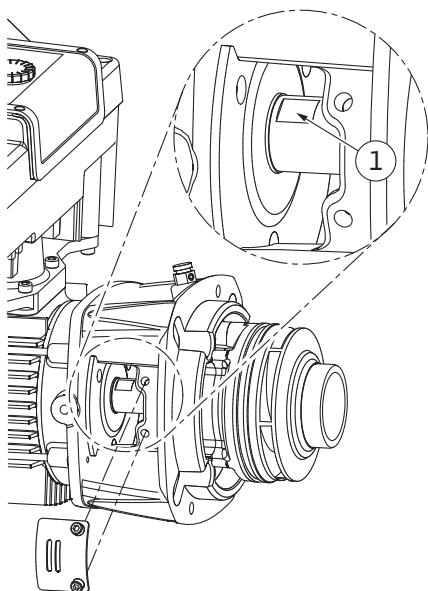

Fig. 106: Méplats sur l'arbre
14. Engager une clé plate (de 22 mm) dans le regard de la lanterne et maintenir l'arbre au niveau des méplats (Fig. 106, pos. 1). Dévisser l'écrou de blocage de roue (Fig. I, pos. 22). La roue (Fig. I, pos. 21) sort automatiquement de l'arbre.
15. Démontez la cale d'épaisseur (Fig. I, pos. 20).
3. Engager une clé plate (de 22 mm) dans le regard de la lanterne et maintenir l'arbre au niveau des méplats (Fig. 106, pos. 1).
10. Engager une clé plate (de 32 mm) dans le regard de la lanterne (Fig. IV, pos. 38) et maintenir l'arbre au niveau des méplats (Fig. 106, pos. 1). Monter la roue avec rondelle(s) et écrou. Serrer l'écrou. Éviter toute détérioration de la garniture mécanique par blocage.
11. Nettoyer la rainure de la lanterne et poser un joint torique neuf (Fig. III, pos. 19).